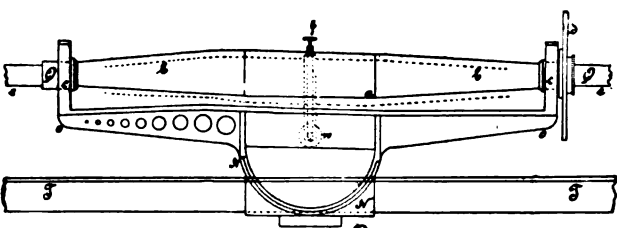
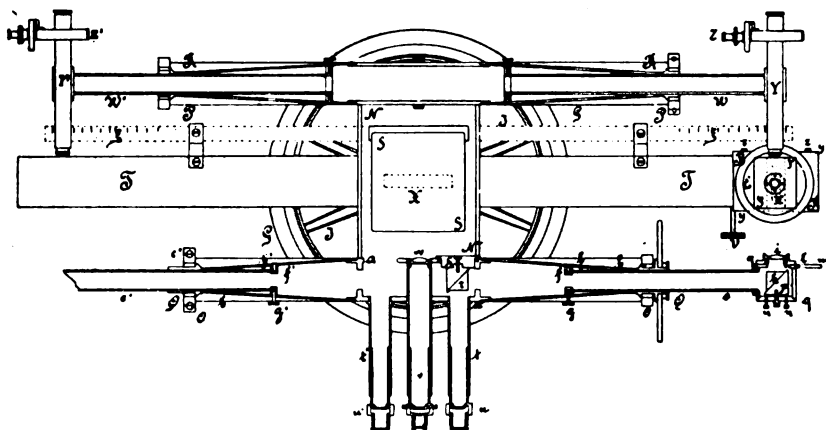
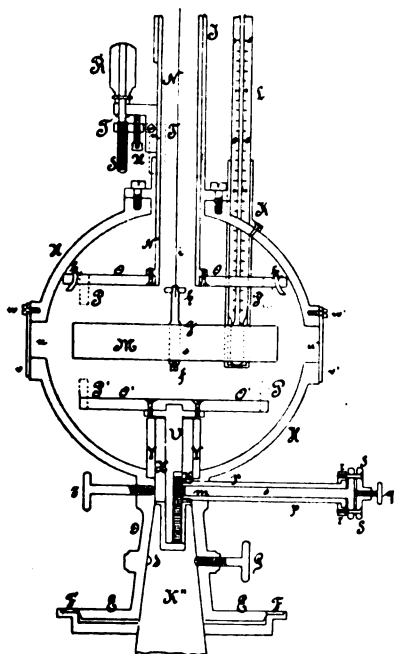
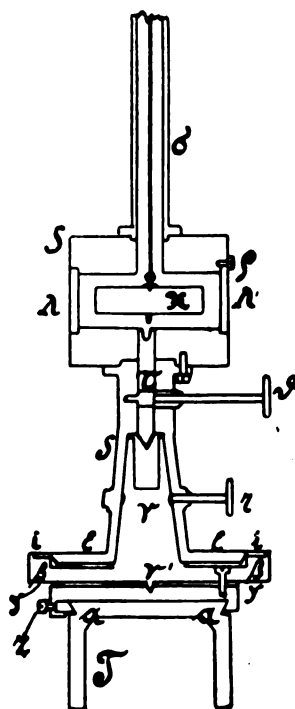

Fig. 3.
Fig. 4
Fig. 5.
Fig. 6.
Die Vertikalachse setzt sich nach oben in den später zu besprechenden Teil *K''* fort; über diesen ist der zylindrische, nicht ganz einen halben Kreis umfassende Trog *NN* mit passender Bohrung gesetzt und auf der Alhidade festgeschraubt (siehe auch Fig. 2 und Fig. 3). Die punktierten Linien *NN* geben den Querschnitt dieses Troges und die ausgezogenen Linien *NN* den Durchschnitt durch seine Basis an. Dieser Trog trägt am Ende das Lager *O* für die Horizontalachse der Fernrohre und andererseits das Lager *P* für die Horizontalachse der beiden Mikro-
meter-Mikroskope (Fig. 1 und besonders Fig. 2). In Fig. 3 ist die vordere Ansicht des Lagers OO der Horizontalachse QQ der Fernrohre dargestellt, von welchem das Lager PP der Horizontal-Achse
der Mikroskope nur wenig abweicht (die punktierten Linien repräsentieren diese Abweichungen der Horizontal-Achse RR der Mikroskope von der ersteren). Die Achse Q der Fernrohre setzt sich aus einem prismatischen Teil a , zwei konischen Röhren b, b' und den Zapfen c, c' zusammen (siehe Fig. 4*). An dem einen dieser Zapfen c (rechts) ist ein Vertikalkreis befestigt, der bloss in ganze Grade geteilt ist, so dass mit dem in der Figur fortgelassenen Index nur $0,10$ zu schätzen sind; am anderen Zapfen (c') ist die, in der Figur ebenfalls fortgelassene, Klemme mit Mikrometerschraube für diese Horizontalachse angebracht. In der zylindrischen Bohrung der beiden Zapfen c, c' schieben sich die Röhre e, e' , welche durch die Ringe f, f' in der Mitte der konischen Röhren b, b' Führung haben. Dabei dient die dort befindliche Schraube g zur Klemmung der Röhre e und die Schraube h , welche mit ihrer Spitze in einen Längsschlitz der Röhre e eingreift, verhindert die Drehung dieser um ihre Achse und limitiert zugleich ihre Bewegung, die genau 100 mm beträgt. So kann das Fernrohr-Objektiv i , das auf der einen Seite des am Ende der Röhre e befestigten würfelförmigen Stückes qq eingeschraubt ist, nach Belieben auf
*) Fig. 4 zeigt von oben gesehen den Horizontal-schnitt durch die Mitte von OP .
auffallenden Strahlen werden vom rechtwinkligen Glasprisma k , dessen Stuhl p mittels der Schrauben n justierbar ist, in die Achse der Röhre e geworfen, treffen dann im prismatischen Teil a das rechtwinklige Glasprisma r auf seinem ebenfalls justierbaren Stuhl s und gelangen von da in die Achse der Röhre t , in der sich der Okularkopf u verschieben lässt. Dieser hat im Fokus der Objektiv-Linse eine Glasplatte mit linearer Teilung, bei der der Winkelwert jedes Teils $30''$ beträgt, so dass $3''$ noch sicher zu schätzen sind. Oberhalb der Teilung ist auf die Glasplatte ein kleines, rechtwinkliges Glasprisma geklebt, welches durch eine Bohrung der Hülse und einem drehbaren Spiegel darüber von oben Licht empfängt und mit dem Vertikalstrich hinter dem Prisma in bekannter Weise, nach Reflexion des Lichtes an einem Spiegel, als Kollimator zur Fixierung der Spiegelnormale dient. (Auf der linken Seite der Fig. 4 sind mehrere dieser Details in der Zeichnung als selbstverständlich fortgelassen, die Konstruktion ist genau gleich wie auf der rechten Seite.) Bei der Stellung der Röhre e , wie sie die Fig. 4 darstellt, befindet sich das Fadenkreuz des Okulares u im Fokus des Objektivs i , so dass auf das letztere auffallende parallele Strahlen dort konzentriert werden resp. ein Bild geben. Damit dies auch der Fall sei, wenn die Röhre e ganz eingeschoben ist resp. das Objektiv auf 320 mm vom Instrumenten-Zentrum einsteht, ist im Schieber m hinter dem Objektiv eine passende Sammel-Linse l eingesetzt, welche dann vorgeschoben wird und die Brennweite des Objektivs entsprechend verkürzt.
Zwischen den beiden Fernröhren t und t' befindet sich ein drittes gleich langes v , welches aber sein Objektiv bei w hat und somit eine viel geringere Vergrößerung besitzt*). Dasselbe dient zur Beobachtung der Schwingungen des Hauptmagnets X im Gehäuse S (Fig. 2, 4 und 6), welches letzteres in Fig. 5 abgebildet ist, weiter unten näher beschrieben werden soll und auf den Konus K'' der Vertikal-Achse des Theodoliten aufgesetzt ist. Die Kreisscheibe E am Fusse D jenes Gehäuses kommt in die Vertiefung einer Scheibe U (Fig. 2) zu liegen, welche auf dem Zentrum der Schiene TT (Fig. 3) aufgeschraubt ist. Diese Schiene von u-förmigem Querschnitt ist durch passende seitliche Ausschnitte $T'T'$ der Wände des Troges senkrecht zur Achse desselben durchgesteckt, an der Basis desselben festgeschraubt und
Die Schiene *T* hat beiderseits Falze *a* (Fig. 6), in welche die prismenförmigen Leisten der Schiebplatten *yy* eingreifen, wobei letztere durch die
Schrauben *zz* (Fig. 6 und Fig. 4) festzuklemmen sind. Zur Verschiebung dieser Platten längs der Schiene um 100 mm soll eine Zahnstange an ihrer unteren Seite und ein mit dem Kopf *V* zu bewegendes, in sie eingreifendes Getriebe dienen. Auf dem Schieber ist, wie aus Fig. 6 ersichtlich,
oberen Seite des Kupferblocks ist die Röhre σ aufgeschraubt, welche ausser einem in der Zeichnung fortgelassenen Niveau den entsprechend wie beim grossen Gehäuse eingerichteten Suspensionskopf trägt, und in der unteren Seite bewegt sich in einer kleineren Bohrung der Arretierungsstift τ , der durch Zahnung und Getriebe mittels des Kopfes bewegt wird. Eine seitliche, in der Zeichnung nicht dargestellte Schraube gestattet den Stift in jeder Lage zu klemmen. Der Magnet z , von 37,3 mm Länge und 11,4 mm Dicke, mit angeschliffenem Planspiegel am einen Ende, ist mittels eingeschraubter Klemme am Suspensionsfaden aufgehängt, während ein unten eingeschraubter Stift von beiden Seiten konisch angebohrt ist, so dass in seiner Achse an den zusammentreffenden Spitzen der Konusse eine kleine runde Öffnung entsteht. Diese unterhalb des Magnet-Zentrums liegende Öffnung dient als Marke für die Einstellung der Fäden der Mikrometer-Mikroskope gewissermassen auf jenes Magnet-Zentrum. Wie Fig. 4 deutlich zeigt, sind nämlich auch in der hohlen Horizontal-Achse R gegenüber der Fernröhren-Achse Q , ganz wie in dieser, Röhren W und W' schiebbar angebracht, welche an ihren äusseren Enden die Mikroskope Y und Y' mit den Mikrometern Z und Z' tragen. Durch Drehung der Achse R in ihren Lagern, wobei die Klemme q mit Mikrometerschraube ω (Fig. 3) benutzt wird, können dann nacheinander die Punkt-Öffnung im Magnetstift und die Teilstriche des unterhalb an der Schiene befestigten zylindrischen Maassstabes ξ (Fig. 2) in das Gesichtsfeld der Mikroskope zur Ausmessung mit den Mikrometern gebracht werden.